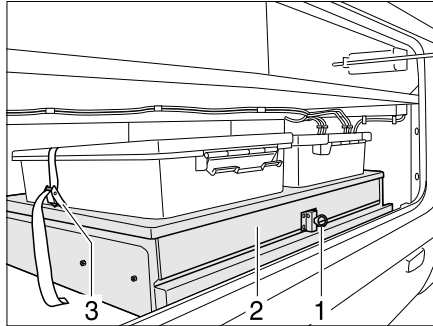

Bild 45 Boxen-Auszug
- Die Sicherung (Bild 45,1) nach oben ziehen.
- Den Boxen-Auszug (Bild 45,2) herausziehen.
- Die Spanngurte (Bild 45,3) lösen.